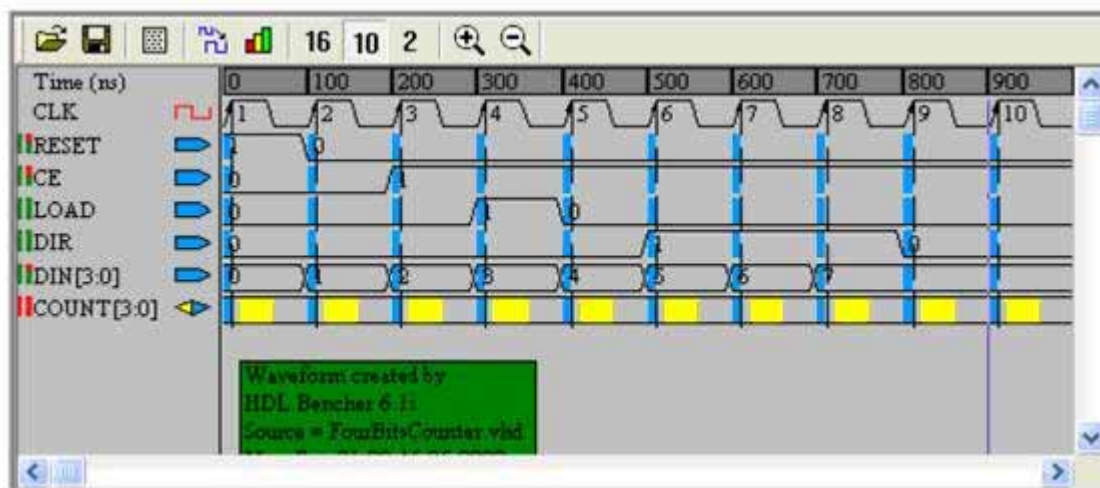
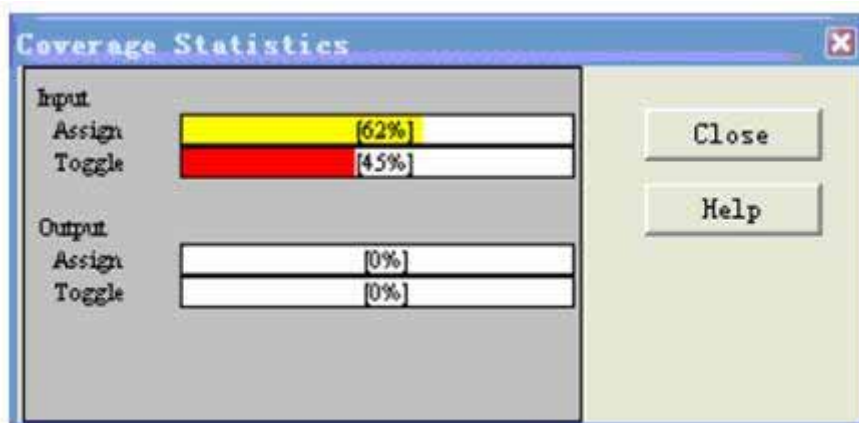

图 12 HDL Benchmer 中输入波形的设置
图 13 代码覆盖率统计结果
Step1. 单击波形图中的蓝色方块来设置波形电平的高低，并将仿真时间线（图中的垂直的蓝色线）拉到第 10 个时钟周期处，设置后的波形如图 12 所示；
Step2. 单击图 12 中工具栏上的图标 ，将波形文件保存。
Step3. 查看代码覆盖率统计，单击图 12 中工具栏上的图标 ，显示出代码覆盖率统计，统计结果如图 13 所示。因为还没有输出，所有输出的统计均为零。代码覆盖率是一种测试术语，它可以表示运行完当前仿真时，所运行的代码占有所有代码的比例。其中的Assign 为赋值情况代码占有所有代码的比例，Toggle 为上升下降沿代码占有所有代码的比例。因此，代码覆盖率越高越好。